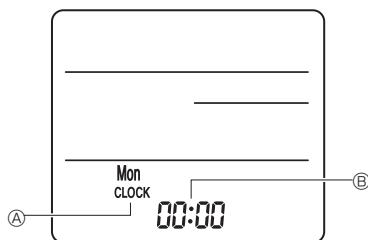

Fig. 6-8
3) Configuración (Ajuste del reloj) (Fig. 6-8)
- ① Inserte las baterías o pulse el ⚡ CLOCK botón con algún objeto puntiagudo. [CLOCK] (RELOJ) Ⓑ y [:] Ⓒ parpadean.
- ② Pulse el botón ⚡ CLOCK con algún objeto puntiagudo.
- ③ Pulse el botón ⚡ para configurar la hora.